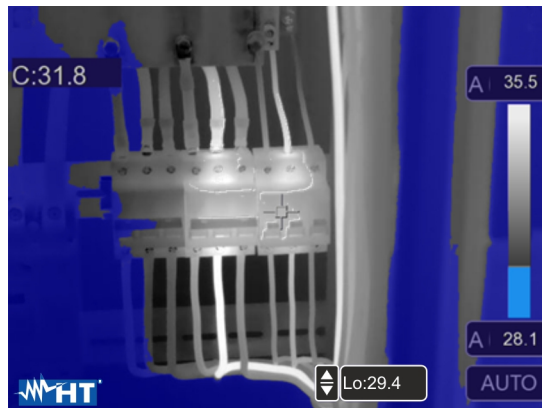

Fig. 38: Selezione isoterma Allarme sotto Temp.
7. Toccare il campo "Lo" nella parte bassa del display e usare i tasti freccia ▲ o ▼ per impostare il valore della soglia di temperatura **minima** al di sotto della quale lo strumento mostra i punti dell'immagine in colore blu e in grigio i restanti punti (vedere Fig. 38)